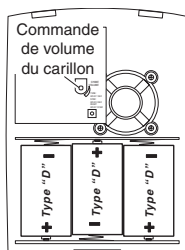

Figure 3
3. **Installez 3 piles alcalines « D ».** Prenez soin d'orienter les piles correctement (voir la Figure 3).
5. Réglage du volume. Réglez le volume à l'intensité souhaitée (voir la Figure 3).